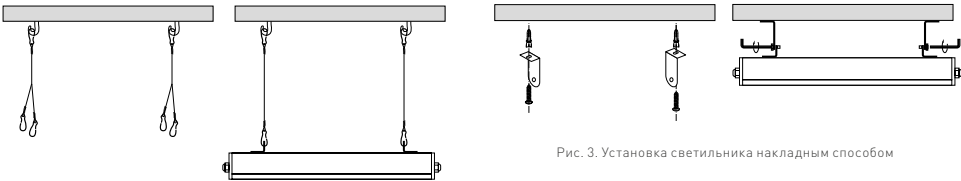

Рис. 2. Установка светильника подвесным способом
- 3.3. Для подвесного монтажа (рис. 2) закрепите на потолке рым-болты для тросов (в комплект не входят).